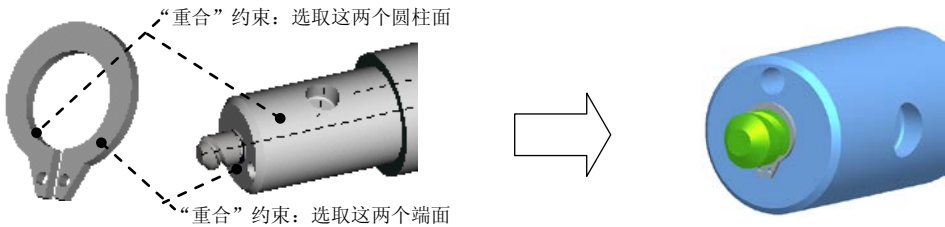
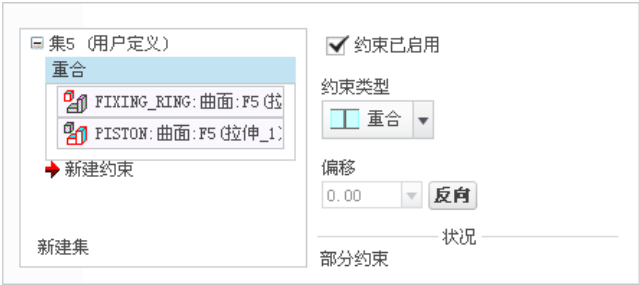

图 9.5.15 装配第一个卡环
图 9.5.16 “重合”约束参考
(1) 单击 **模型** 功能选项卡 **元件** 区域中的“装配”按钮。打开文件名为 Fixing_ring 的零件。
(2) 采用传统的装配约束向机构装置中添加卡环（Fixing_ring）零件。在“元件放置”操控板中进行下列操作，便可将卡环（Fixing_ring）零件装配到元件 Claw 的槽中固定。
① 定义“重合”约束。分别选取图 9.5.15 所示的两个圆柱面：卡环（Fixing_ring）的内孔圆柱面和元件活塞（Piston）的外圆柱面， 重合 约束的参考如图 9.5.16 所示。
② 定义“重合”约束。分别选取图 9.5.15 中的两个端面：卡环（Fixing_ring）的端面和元件活塞（Piston）的端面， 重合 约束的参考如图 9.5.17 所示。
③ 单击操控板中的按钮。
在添加上面的“重合”装配约束时，“装配参考”应在同一元件上选取。例如，卡环（Fixing_ring）要么与活塞（Piston）装配，此时第一个“重合”约束选取活塞上的图 9.5.15 所示的端面，第二个“重合”约束也要选取活塞上的图 9.5.15 所示的圆柱面；卡环要么与